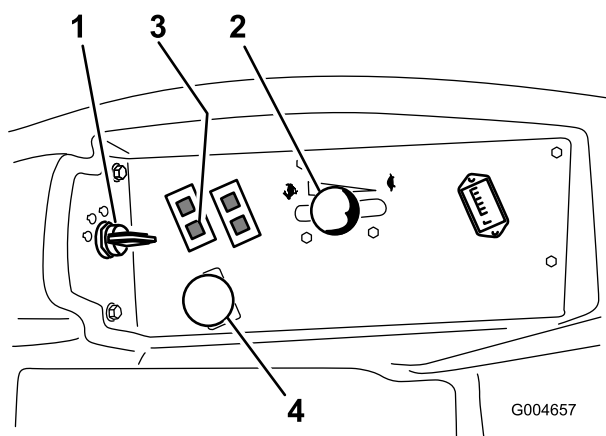

Figure 43
4. Placez la commande de prise de force (PDF) en position désengagée (Figure 43).
5. Réglez la manette d'accélérateur à mi-course entre les positions bas et haut régime (Figure 43).